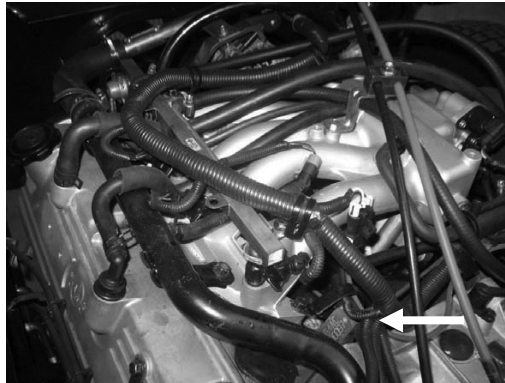

Рис.1.6.3. Идентификационный номер двигателя
1.6.3 Идентификационный номер двигателя выбит на площадке блока цилиндров с левой стороны (рис.1.6.3).